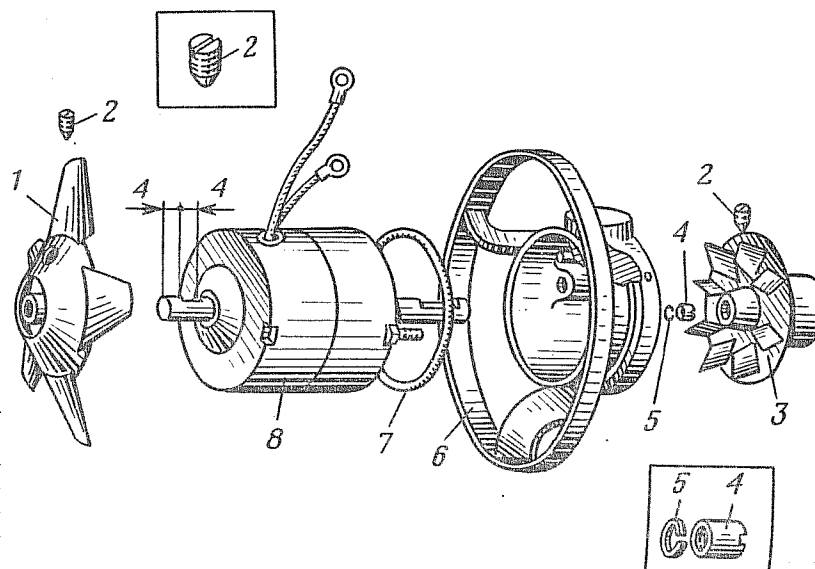

Рис. 111. Электродвигатель с нагнетателем и вентилятором:
1.18. Вывернуть на один-два оборота стопорный винт 2 (рис. 111) крепления вентилятора и снять с вала электродвигателя вентилятор 1 (отвертка 150×0,5).
3.2. Установить на фланец 6 (рис. 111) электродвигатель 8, предварительно надев на его корпус уплотнитель 7, и закрепить электродвигатель специальными гайками 4 с пружинными шайбами 5 (отвертка 150×0,5).
Перед установкой нового электродвигателя следует проверить конец его вала под вентилятор: на нем должен быть паз под стопорный винт. Если паз отсутствует, то пропилить его, как показано на рис. 111, выдержав размеры: от конца вала до начала паза — 4 мм, длина паза — 4 мм, глубина — 0,9—1,0 мм.